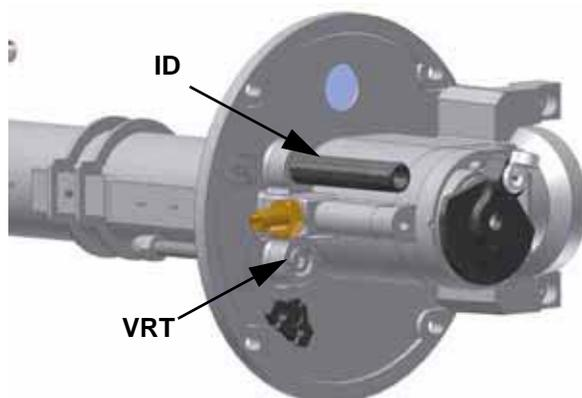
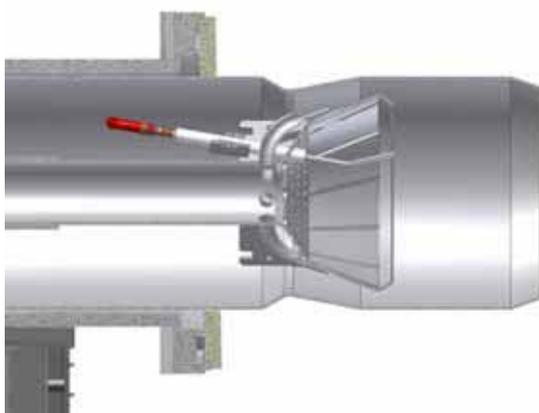

Рис. 31
Рис. 32: Головка сгорания, выдвинутая полностью вперед
- 2 На заводе-изготовителе головка сгорания горелки настраивается на положение максимальной мощности “MAX”. Настройка на максимальную мощность соответствует положению головки “выдвинута полностью вперед” - для стандартного типа горелок (Рис. 32) и положению “полностью назад” - для горелок с низкими выбросами NOx (Рис. 33). Установка головки в положении “полностью вперед” - подразумевает под собой ее выдвижение внутрь камеры сгорания котла, в то время положение “полностью назад” означает - в сторону оператора. Для снятия головки сгорания - прочесть пар. “Снятие и чистка головки сгорания “ на стр 40. Что касается работы на сниженной мощности, необходимо последовательно сдвинуть головку сгорания по направлению положения “МИН”, вращая винт **VRT** (Рис. 31) по часовой стрелке. Индикатор **D** указывает на перемещение головки сгорания.